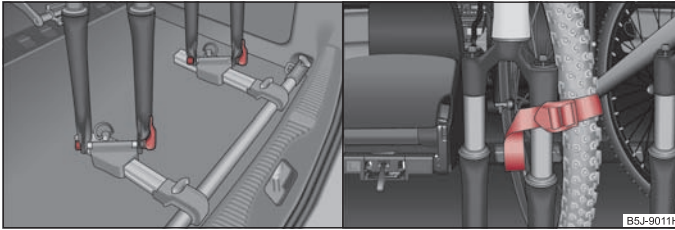

Fig. 68 Introducerea bicicletei / Fixarea roții din față
- Așezați furca bicicletei pe axul de fixare și strângeți cu întinzătorul rapid ⇒ fig. 68.